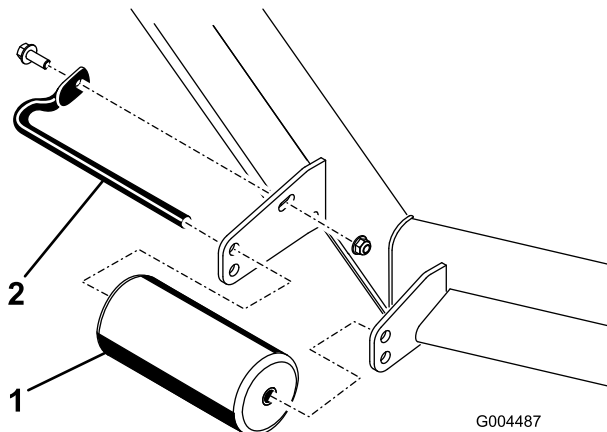

Bild 24
4. Nehmen Sie die Befestigungen ab, mit denen jede Rolle am Mähwerk befestigt ist, und schieben Sie die Rollen nach oben oder unten, siehe Bild 24 bis Bild 28, abhängig vom Mähwerk.